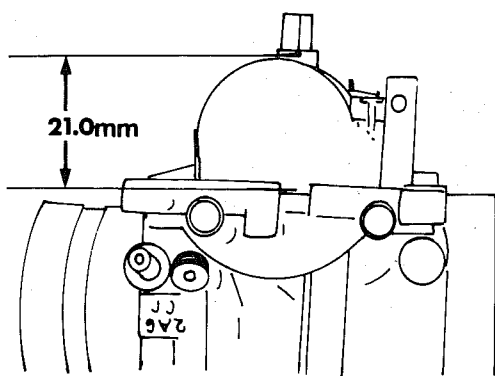

Bild 80
- Der Schwimmerstand wird wie folgt eingestellt: Den Vergaser in umgekehrter Stellung halten. Den Schwimmer so halten, dass die Lasche gerade die Schwimmemmel berührt, und den Abstand von der Oberkante des Schwimmers bis zur Dichtfläche der Schwimmerkammer messen (Bild 80). Wenn eine Einstellung erforderlich ist, die Laschen abbiegen. Beide Laschen müssen die gleiche Höhe aufweisen. Wenn die Schwimmer zu hoch stehen, wird ein zu mageres Gemisch gebildet. Bei zu niederem Schwimmerstand wird das Gemisch zu fett.